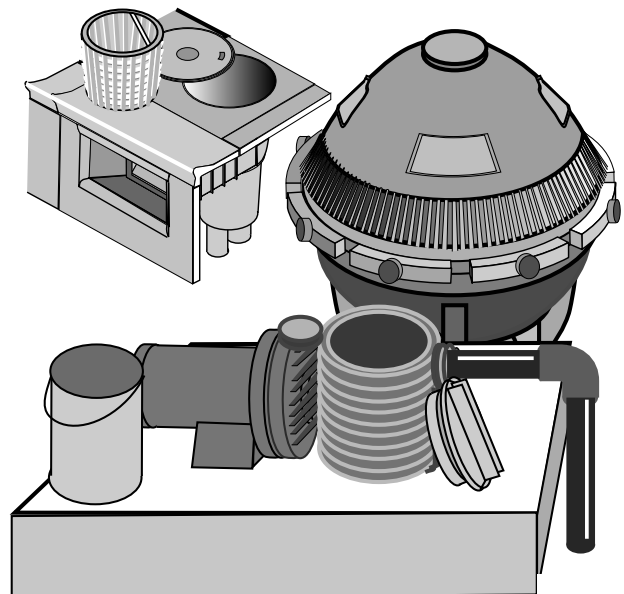

Figure 4
Étape 4 : Nettoyer le système de filtration (Figure 4)